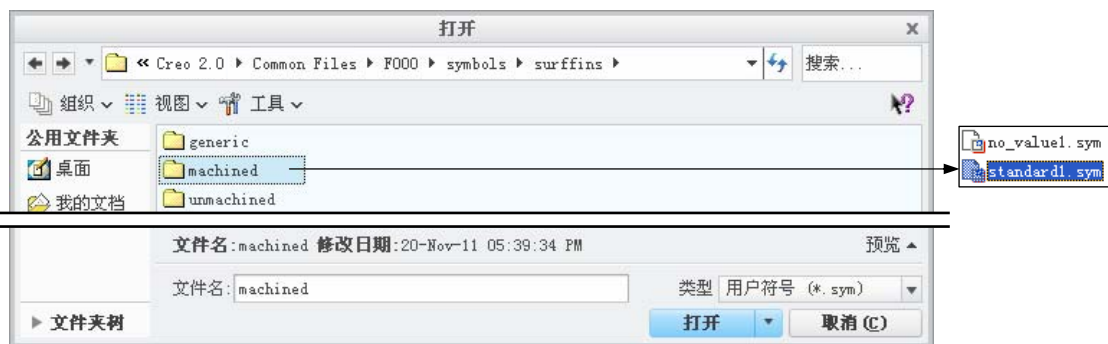

图 10.11.36 “打开”对话框
(2) 从“打开”对话框中选取 **machined**, 单击 **打开** 按钮, 选取 **standard1.sym**, 单击 **打开** 按钮 (图 10.11.36)。